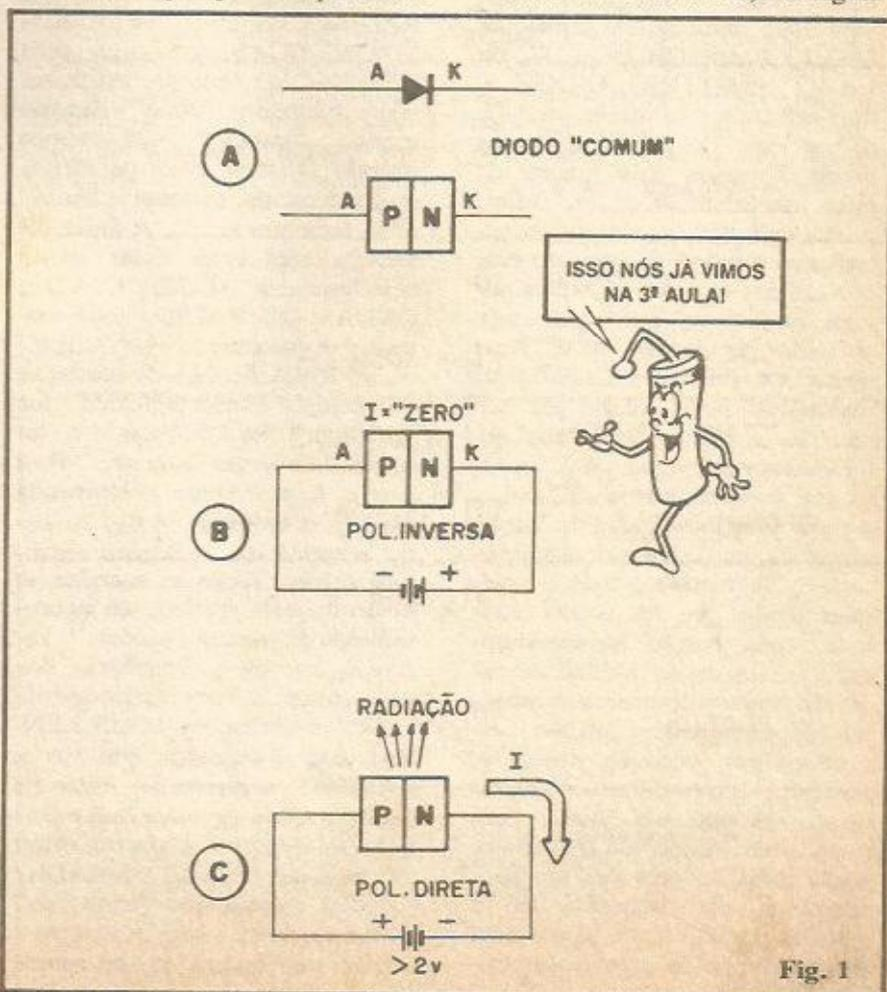

Fig. 1
- FIG. 1-A - Conforme já vimos, um DIODO "comum" é formado pela junção de materiais semicondutores (silício, por exemplo...) "dopados" com impurezas especificamente calculadas para que assumam "polaridades" P ou N, respectivamente tendo como portadores da corrente elétrica, "buracos" ou elétrons livres (ver "Aula" nº 3 da ABC). A figura
- FIG. 1-B - Também já vimos que a junção semicondutor que forma um DIODO, ao receber polarização INVERSA (positivo da fonte de alimentação aplicado ao seu material N, e negativo ligado ao lado do material P...) **veda** a passagem de corrente, uma vez que a barreira de potencial que se estabelece na dita junção alarga-se, tornando-se, na prática, "intransponível" aos portadores de corrente.
- FIG. 1-C - Já quando a polarização aplicada à junção/DIODO é DIRETA (positivo no P e negativo no N), os portadores de corrente têm "trânsito livre", e a estrutura permite, então, a passagem da corrente. UM LED (cujo nome vem das iniciais em inglês de DIODO EMISSOR DE LUZ, ou LIGHT EMITTING DIODE...), cuja estrutura é mostrada em 1-C, não é mais do que um simples diodo, formado pela junção de dois materiais semicondutores, porém com uma importante característica: é capaz de (quando percorrido por corrente fornecida por uma fonte cuja polaridade seja aplicada de forma DIRETA...) emitir luz (visível ou não...)! É importante notar, desde já, que não são os blocos de material semicondutor integrantes do conjunto que se "iluminam"... É, sim, a própria junção que emite radiação luminosa, nas circunstâncias indicadas! Na verdade, todo e qualquer diodo (ou, em outras palavras, toda junção semicondutora...) emite certas formas de radiação, dentro do chamado espectro eletromagnético, quando percorrido por corrente (estando, portanto, diretamente polarizado...). Mesmo um diodo "comum", de silício ou germânio, emite radiação pela sua junção... Entretanto, tal radiação não é visível, por não situar-se na faixa "enxergável" do espectro eletromagnético...
dronizamos em torno de 2V. Aquele "V" deitado que se vê na figura (entre os termos "V" e "2V"...), é uma notação matemática que significa: o termo junto ao lado "aberto" do "V" deitado é maior do que o termo junto à ponta do "V" deitado (Vocês já viram "isso" na fig. 1-C, lá no começo da presente "Lição"...). Aqui, porém, começa a "matemática da coisa" (como diz o QUEIMADINHO, sempre na sua maldita missão de pentelhar...) que, porém, não tem nada de difícil... Para que a MÁXIMA CORRENTE DIRETA não seja ultrapassada, temos que fazer alguns pequenos cálculos, e usar um componente capaz justamente de "segurar" ou "resistir" ao eventual excesso da dita corrente... "QUEM" é capaz disso? Uma semana de férias, tudo pago, sem agasalho, no Polo Sul, para quem respondeu "O RESISTOR"!!! Sempre que a fonte de corrente apresentar uma tensão V maior do que os 2V "precisados" pelo LED, temos que intercalar o resistor R (chamado muito propriamente, no caso, de RESISTOR LIMITADOR...). De acordo com a "velha" Lei de Ohm, se a tensão for fixa, quanto maior for